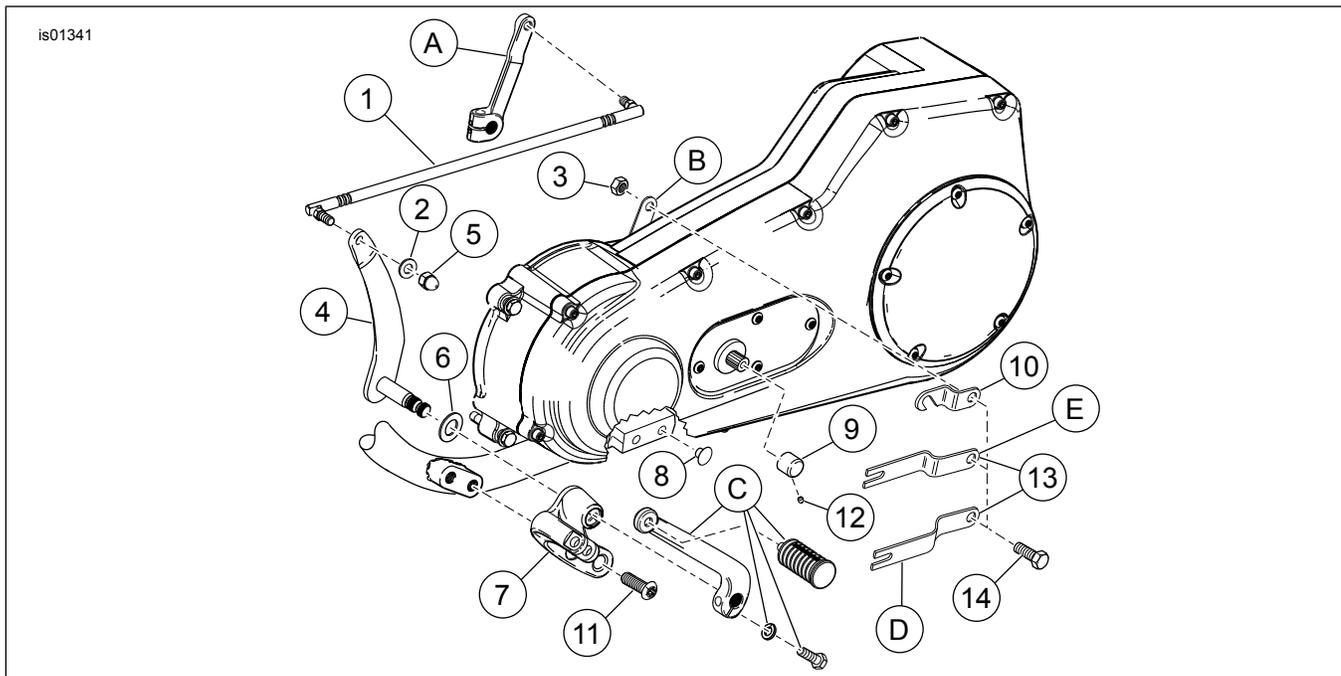
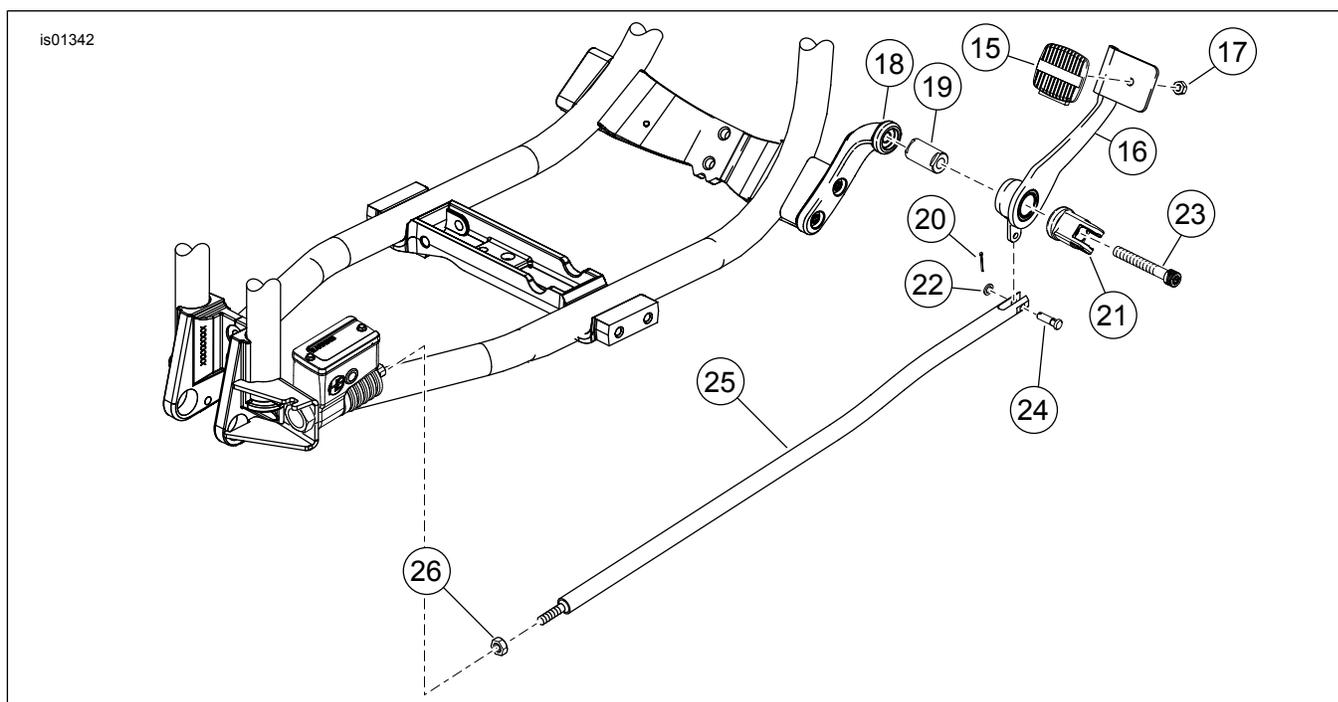

Abbildung 1. Ersatzteile für vordere Fußbedienungs­elemente (Teile der Schalthebelseite) – FXD-Modelle
Abbildung 2. Ersatzteile für vordere Fußbedienelemente (Teile der Bremsenseite) – FXD-Modelle
Siehe Abbildung 1 und Abbildung 2. Die Befestigungshalterungen und die Gabel (7, 18 und 21) können auch einzeln gekauft werden, um den Standard-FXDWG auf diesen Chrom-Satz aufzurüsten.
1. Siehe Abbildung 1. Linke Fahrerfußrasten-Baugruppe ausbauen. Die Fußraste und Befestigungsteile für den späteren Einbau aufheben. Die restlichen Befestigungsteile entsorgen.
2. Die Stopfen (8) in die Schraubenlöcher des Rahmens drücken, wo die Original-Fußrastenbaugruppe befestigt war.
1. Siehe Abbildung 2. Rechte Fahrerfußraste ausbauen. Die Fußraste und Befestigungsteile für den späteren Einbau aufheben.
- Die Gegenmutter (26) der Bremsstange am hinteren Hauptbremszylinder lösen.